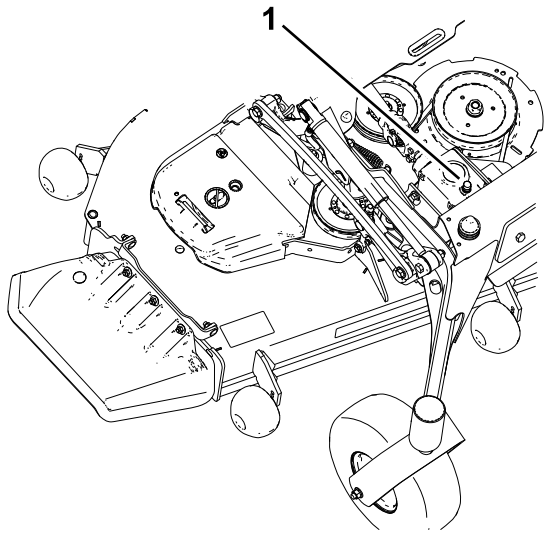

Figure 54
5. Retirez le bouchon de remplissage-jauge au sommet du boîtier d'engrenages et vérifiez que le niveau de lubrifiant se situe entre les repères sur la jauge (Figure 54